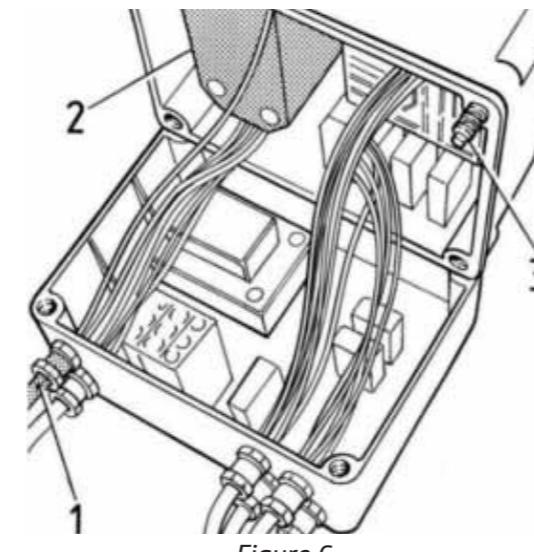

Figure 6
- Le câble d'alimentation doit être branché au tableau de l'élévateur en le faisant passer par le trou prévu à cet effet (1) jusqu'à ce qu'il atteigne la plaque à bornes reportant la valeur de la tension d'alimentation (2 - fig.6). Les trois conducteurs de phase doivent être fixés aux bornes respectives indiquées par les symboles L1, L2, L3. Le conducteur de terre doit être branché à la borne jaune/vert correspondante.
- Quand le branchement de la centrale au tableau d'alimentation est terminé, remettre le couvercle en le bloquant avec les 4 vis correspondantes (3 - fig.6).